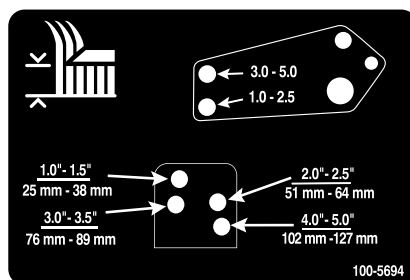

Figure 26
10. Alignez les trous de la biellette d'amortisseur et ceux du support de hauteur de coupe sélectionnés dans le cadre du tablier de coupe (Figure 26), puis insérez les axes de chape et installez les goupilles fendues.